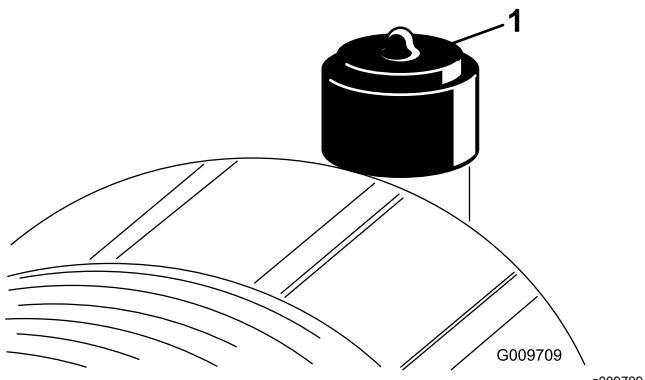

Figure 42
Faites l'entretien du filtre à air uniquement quand l'indicateur de colmatage (Figure 42) indique que cela est nécessaire. Ne remplacez pas le filtre à air plus fréquemment que nécessaire ; cela ne fait qu'accroître le risque de contamination du moteur par des impuretés quand le filtre est déposé.
2. Réarmez l'indicateur de colmatage (Figure 42) s'il est rouge.